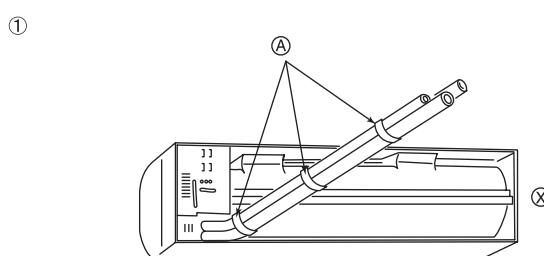

Fig. 3-4
① Deliğe bir ip tespit ediniz.
② İpe bir ağırlık asmak ve ipi işaretle hizalamak suretiyle kolayca teraziye getirilebilir.
- ① Arka, sağ ve alt boru bağlantıları. (Fig. 3-4)